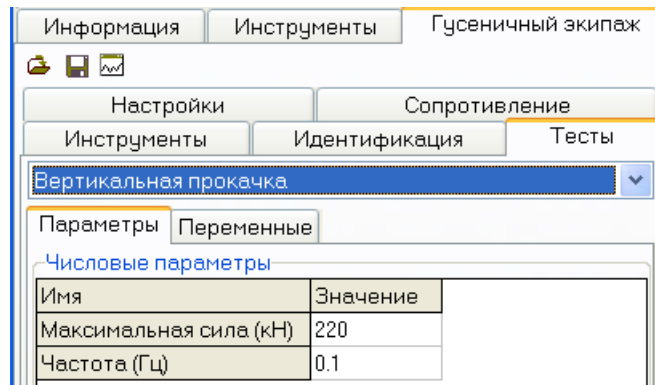

Рис. 51 Параметры теста «вертикальная прокачка»
- 1) Выберите соответствующий тип теста и назначьте параметры периодической силы, рис. 51.